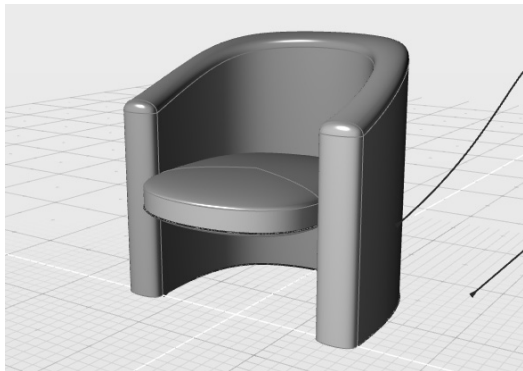

图 5-101 完成座椅基础造型
14) 按快捷键 , 取消隔离模式, 此时沙发造型已初具规模, 如图 5-101 所示。